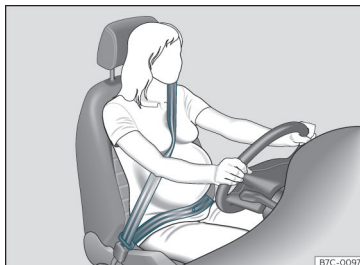

Fig. 16 Posizione del nastro della cintura di sicurezza per donne in stato di gravidanza.
In caso di **donne incinte**, la cintura di sicurezza deve passare in modo uniforme sul petto e il più possibile sotto sul bacino con il nastro piatto in modo da non stringere il ventre; deve essere utilizzata durante tutta la gravidanza >>> **fig. 16**.
- In caso di donne incinte, il tratto addominale del nastro della cintura di sicurezza deve passare il più in basso possibile davanti al bacino, appoggiato piatto e "avvolgendo" il ventre >>> fig. 16.